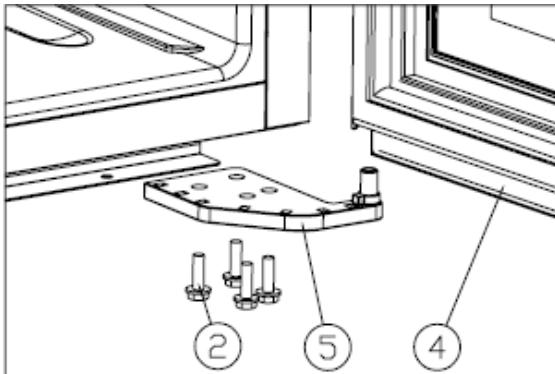

Figura 2
- Afloje los tornillos ②, retire la bisagra inferior derecha ⑤, y retire la puerta. [Figura 2].